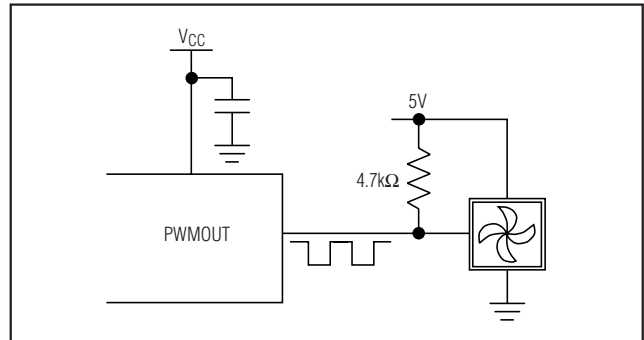

图6. 用MAX6678的PWM输出控制具有PWM输入的风扇(通常使用35kHz的PWM频率)。
- 3) PWMOUT_直接驱动风扇的逻辑电平PWM速度控制输入。这种方法需要极少的外部器件，并且结合了1)的高效率和2)的低噪声。图6给出了一个PWMOUT_驱动风扇速度控制输入的一个实例。当使用这种配置时，02h寄存器的D4位应置为1。